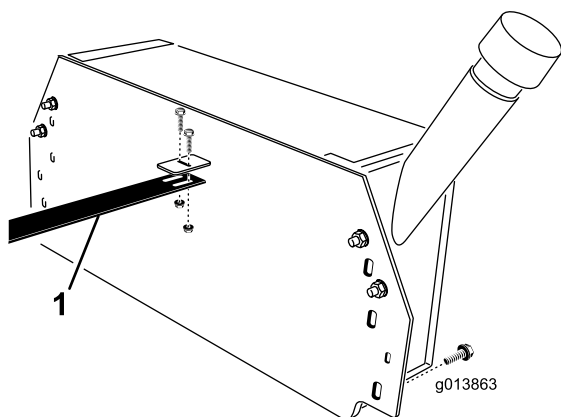

Figura 9
- Usando dos pernos ($\frac{1}{4}" \times \frac{3}{4}"$) y contratuercas con arandela prensada, sujete la guía de las mangueras al soporte del depósito hidráulico (Figura 9).